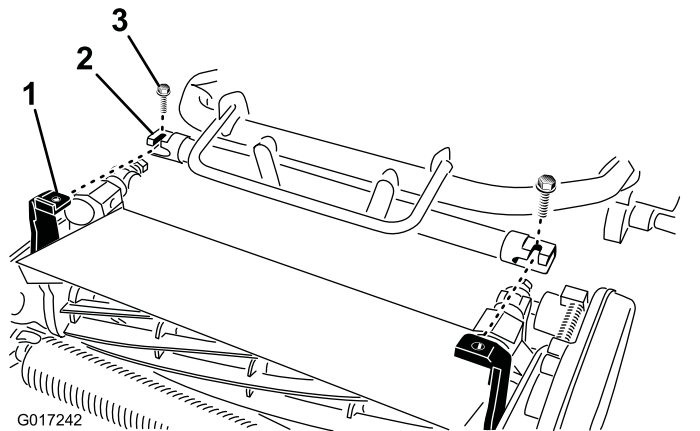

図 8
4. マシンのフレームを前進させて、カッティングユニットのピボットアームに接続する図 8。
5. マシンのフレームをカッティングユニットのピボットアームに固定するボルト $\frac{5}{8} \times \frac{3}{4}$ " 2 本を使用する図 8。